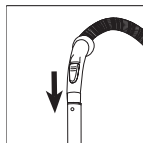

Рис. 2
- Присоедините телескопическую удлинительную трубку (4) к ручке гибкого шланга (5) (рис. 2).